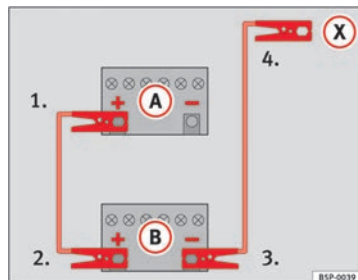
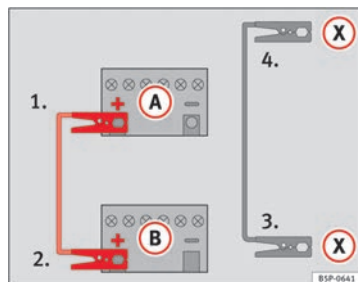

Fig. 201 Schéma de branchement pour les véhicules non équipés du système Start-Stop.
Fig. 202 Schéma de branchement pour les véhicules équipés du système Start-Stop.
- Raccordez une extrémité du câble de démarrage *rouge* au pôle positif (+) du véhicule dont la batterie est déchargée (A) ⇒ fig. 201.
- Raccordez l'autre extrémité du câble de démarrage *rouge* à la borne positive (+) du véhicule fournissant le courant (B).
- Raccordez une extrémité du câble de démarrage *noir* à la borne négative (-) du véhicule fournissant le courant (B) ⇒ fig. 201.
- Raccordez l'autre extrémité du câble de démarrage *noir* (X), sur le véhicule avec la batterie déchargée, à une pièce en métal massif vissée au bloc-moteur ou directement au bloc-moteur, mais le plus loin possible de la batterie (A).
- Raccordez une extrémité du câble de démarrage *rouge* au pôle positif (+) du véhicule dont la batterie est déchargée (A) ⇒ fig. 202.
- Raccordez une extrémité du câble de démarrage *noir* (X) à une borne de mise à la terre appropriée, à une pièce métallique massive vissée au bloc-moteur, ou au bloc-moteur lui-même ⇒ fig. 202.